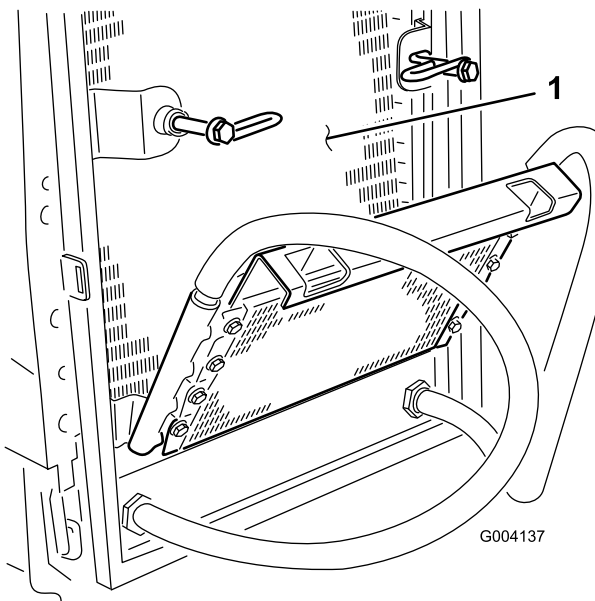

図 71
6. オイルクーラとラジエターの裏表を（図 71）圧縮空気で丁寧に清掃する。